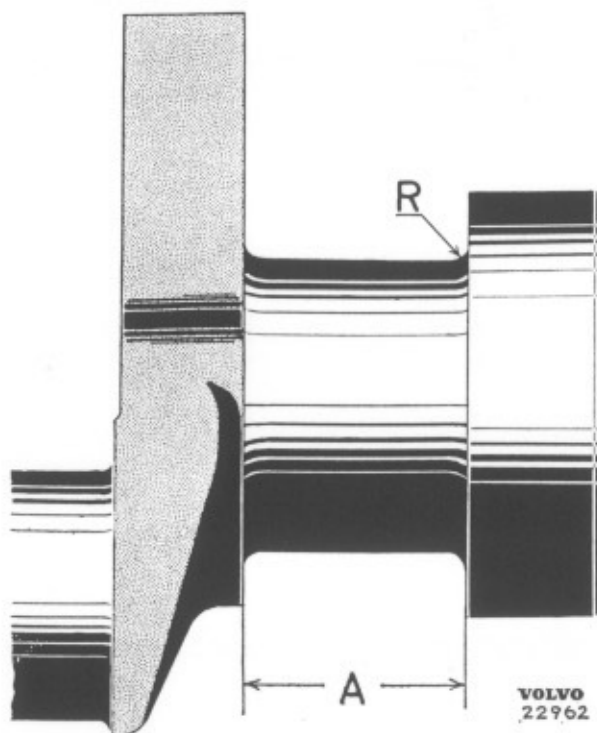

Bild 1-34. Lagertapp
Radierna vid tapparnas ändar skall vara 2,5 mm för styrlagret och vevtapparna, övriga 1,5 mm enligt bild 1-34. Breddmättet (A) för styrlagret slipas så att rätt mått innehålls. Efter slipning skall oljekanalernas mynningar noga gradas och samtliga tappar lappas med fin slippasta till bästa yffinhet, varefter axeln